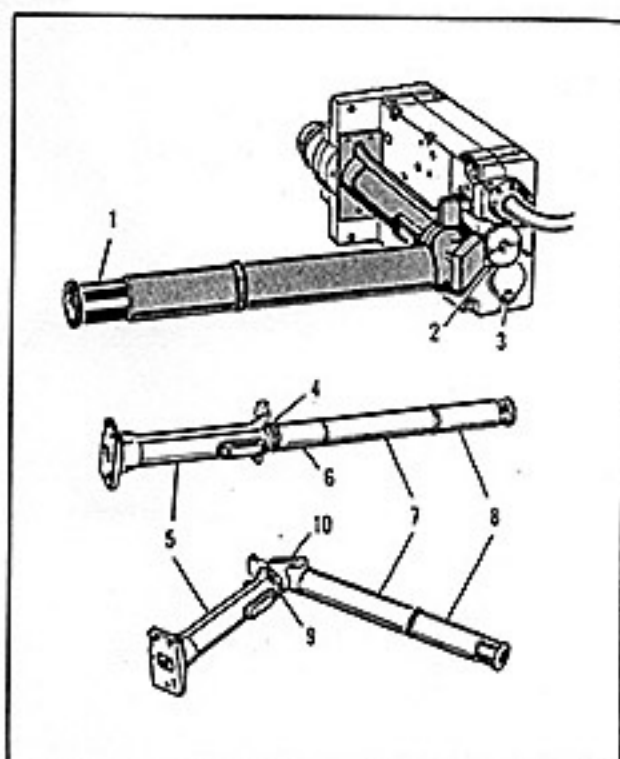

Abb. 1-7.
1-30. Die Kamera wird in ihre Haltevorrichtung am Flugzeug eingesetzt und auf die Visierlinie der Bordwaffe justiert, d. h., die optische Achse der Kamera zeigt auf das Beschußfeld der Bordwaffen. Eine optische Visiereinrichtung vom Typ A-2 wird für diese Einstellung benötigt (Abb. 1-7).
1-31. Die optische Visiereinrichtung kann entweder in direkter Durchsicht oder über ein Prisma im rechten Winkel verwendet werden (Abb. 1-7). Die Kamera wird wie folgt auf ihre optische Achse ausgerichtet:
a) Die optische Visiereinrichtung (5) wird in die Bildfensteröffnung eingesetzt und mit dem Schnellverschluss (2) (für die Magazin Aufnahme) an der Kamera festgehalten (Abb. 1-7). Das Objektiv wird auf die Blendeneinstellung 1:2,8 geöffnet.
b) Die Abdeckplatte (3), welche sich an der Hinterseite der Kamera befindet, wird von der darunterliegenden Öffnung entfernt. Mit Hilfe eines Schraubenziehers wird die in der Öffnung stehende Motorachse so lange gedreht, bis der Verschluss die Bildfensteröffnung freigibt.